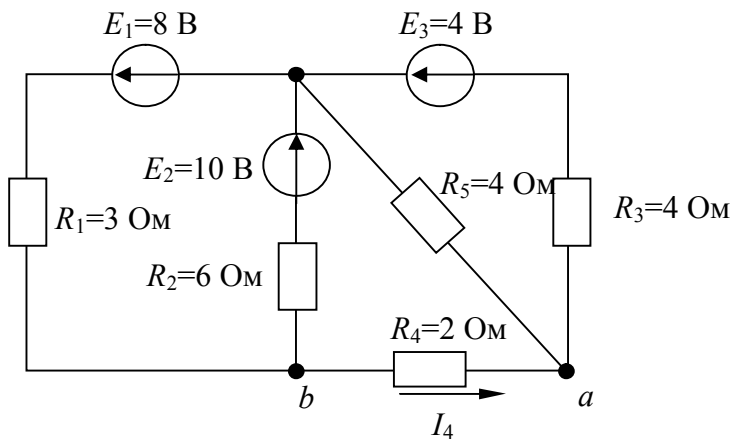

Рис. 2.8
**Задача 2.5.** Для электрической цепи определить ток в ветви с резистором  $R_4$  методом активного двухполюсника (рис. 2.8).